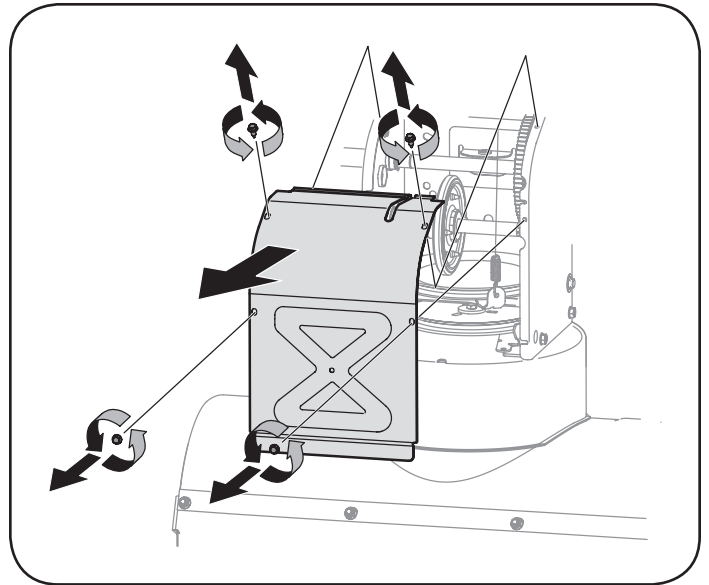

Figura 29
6. Saque la cubierta del marco desde debajo de la máquina quitanieve retirando los cuatro tornillos autorroscantes que la aseguran. Vea la Figura 29.
3. Saque la cubierta del marco desde debajo de la máquina quitanieve retirando los cuatro tornillos autorroscantes que la aseguran. Retire la rueda derecha quitando el tornillo y la arandela de campana que la aseguran al eje. Vea la Figura 29.